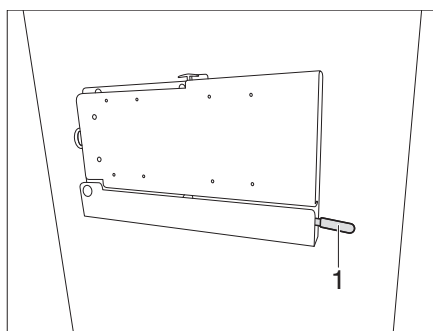

Fig. 139 Soporte con brazo articulado (variante 3)
- Empujar la palanca (Fig. 139,1) hacia abajo.
- Para bloquear la palanca (Fig. 139,1), volver a mover hacia arriba.